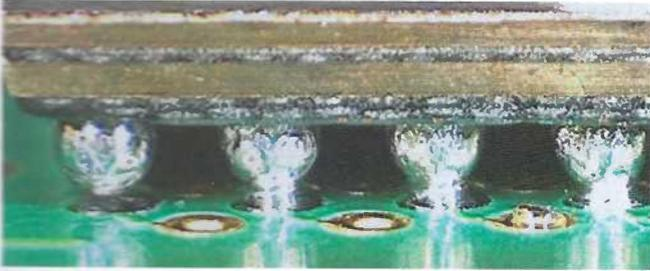

Bild 8-165
- Eine Einschnürung in der Lötverbindung zeigt, dass die Lotkugel und die aufgebrauchte Lotpaste nicht zusammengeflossen sind, siehe Bild 8-165.